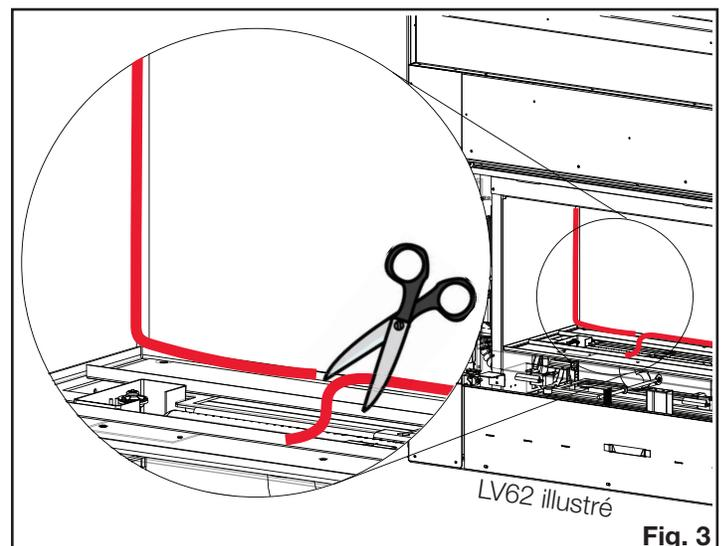

Fig. 3
8. Once installed the entire distance, trim excess gasket and tuck ends into place (**Fig. 3**).
8. Lorsqu'il est installé toute la distance, coupez l'excédant du joint d'étanchéité et rentrez les extrémités en place (**Fig. 3**).